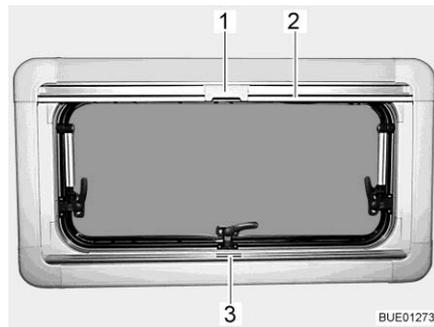

Bild 57 Ausstellfenster
- Faltverdunklung in der Mitte der Griffleiste (Bild 57,3) fassen, von unten nach oben ziehen und auf der gewünschten Höhe loslassen. Die Faltverdunklung bleibt in dieser Höhe stehen.
- Insektenschutzrollo an der Griffleiste (Bild 57,2) nach unten ziehen, bis es an der Griffleiste der Faltverdunklung (Bild 57,3) anstößt.
- Raste (Bild 57,1) am Insektenschutzrollo mit der Griffleiste der Faltverdunklung verriegeln.
- Raste (Bild 57,1) am Insektenschutzrollo oben nach hinten drücken.
- Insektenschutzrollo an der Griffleiste (Bild 57,2) langsam zurückführen.